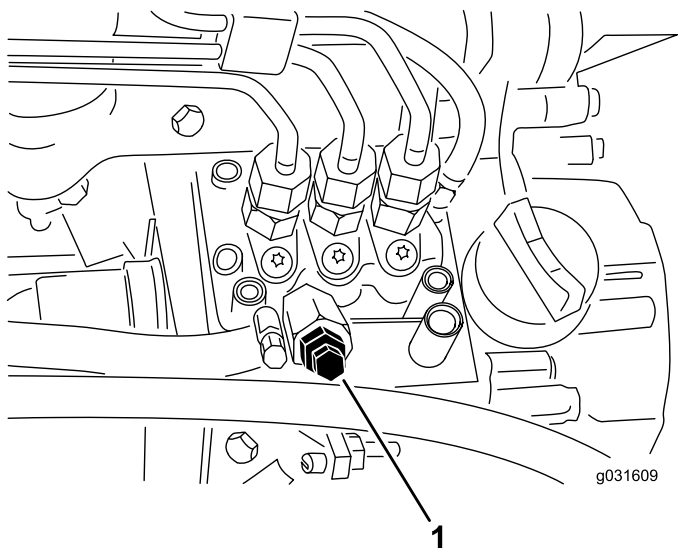

Figura 53
4. Abra el tornillo de purga de aire de la bomba de inyección de combustible (Figura 53).